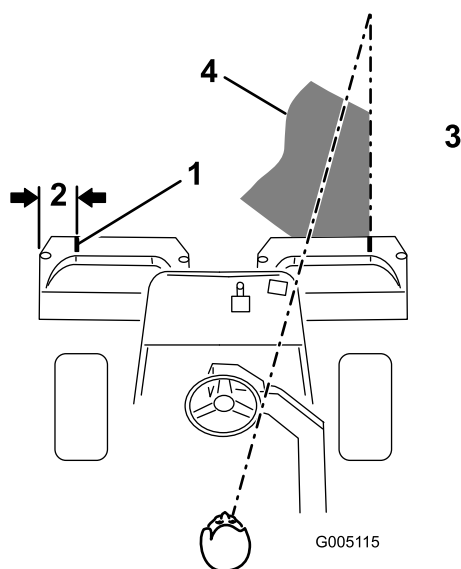

Figura 9
2. Fie aplicai o bandă de bandă albă, fie desenați o linie pe fiecare co, paralelă cu marginea exterioară a fiecărui co (Figura 9).